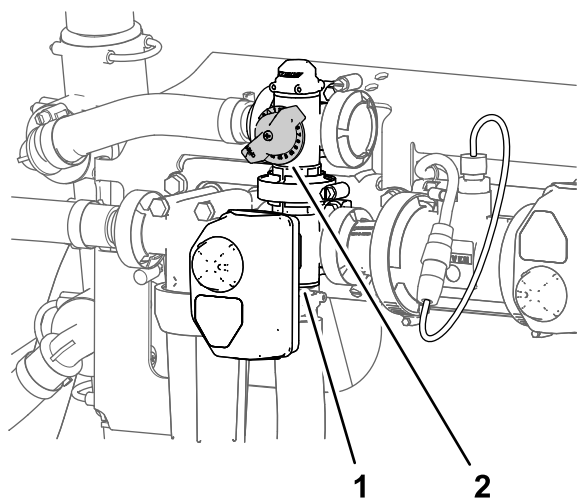

Figure 243
2. Réglez la vanne de dérivation d'agitation (Figure 243) jusqu'à ce que la pression indiquée soit 6,9 bar.